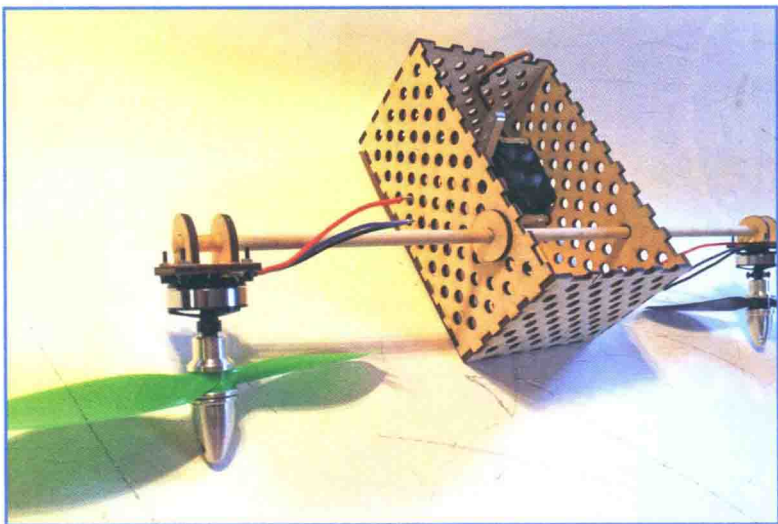

图 7.12 下一步是推进器和推进器适配器
7. 像第 6 章中那样，用推进器适配器固定推进器。完成这一步之后，制作的半成品应该如图 7.12 所示。